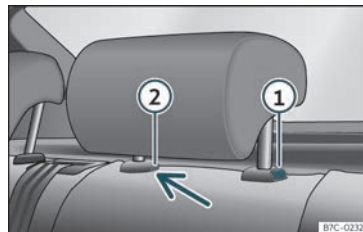

Fig. 108 Reposacaps del darrere: desmuntatge.
- Premeu la tecla»» fig. 108 ① i, prement alhora per l'orifici del fiador ② amb un tornavís pla de màxim 5 mm d'amplada, traieu el reposacaps.